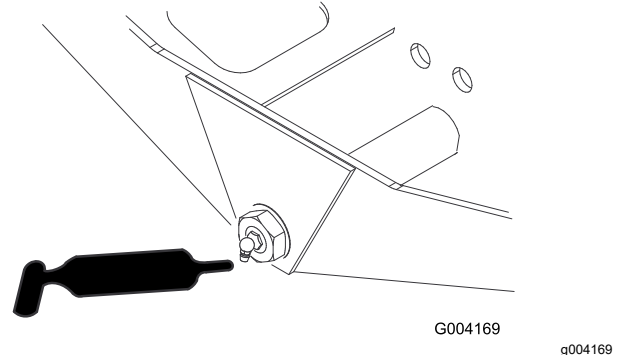

Bild 46
- Achsenlenkzapfen (1) (Bild 46)